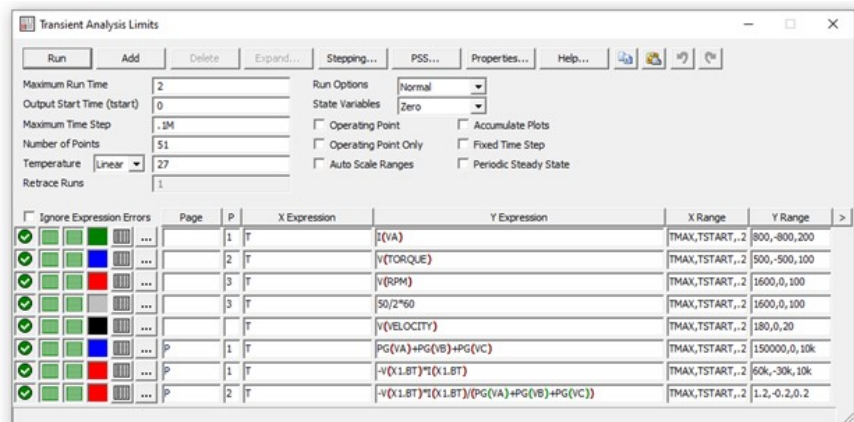

Рис. 4.4
2.6. Запустите расчет переходных характеристик – **Analysis**→**Transient...** (Alt+1). Выставьте параметры расчета частных характеристик как указано на рис. 4.4 и нажмите кнопку **Run**. Получившиеся графики сохраните в отчет.